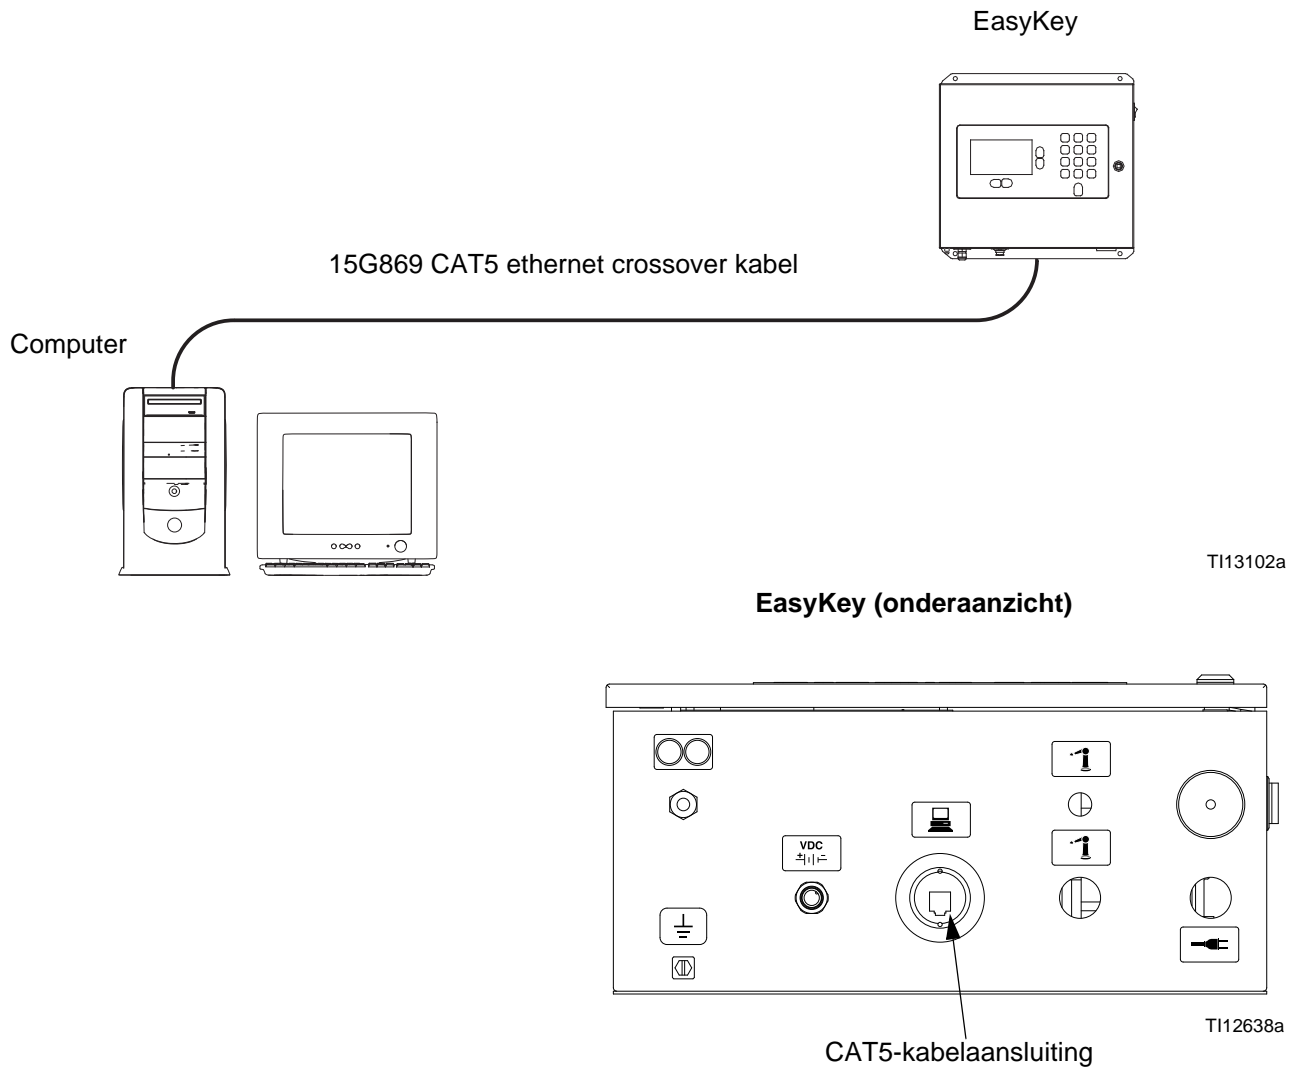

FIG. 7. Aansluiten van de ProMix 2KS/3KS Basic Web Interface
2. Nadat de ProMix Application Interface geïnstalleerd is, sluit u de computer rechtstreeks aan op de EasyKey, met behulp van de gekruiste Ethernetkabel 15G869 CAT5 die bij de EasyKey zit. Zie FIG. 7.
Vanaf het BWI-hoofdscherm (zie FIG. 7) kan de operator Instelling, Software/Resetten of Rapporten selecteren.